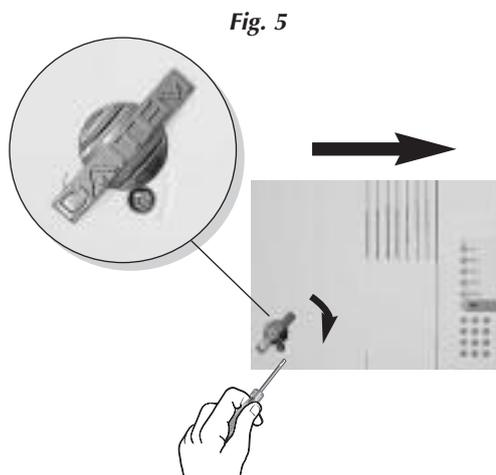

Fig. 5
- Richiudete il coperchio della centrale facendolo scivolare verso destra (v. **Fig. 5**).
- Avvitare la vite di chiusura del coperchio e copritela con il logo (v. **Fig. 5**).